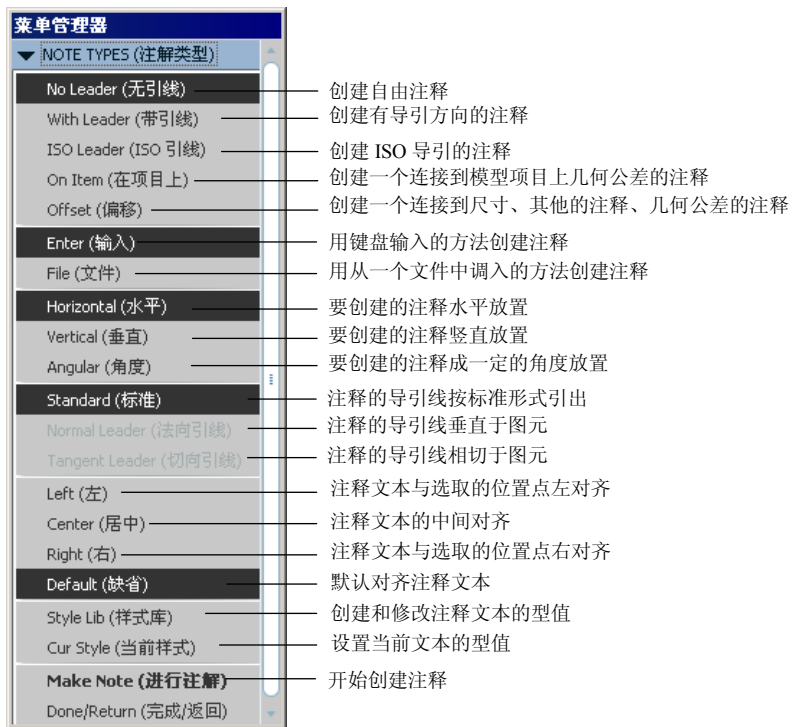

图 10.6.1 “注解类型” 菜单
在工具栏中选择 **注释**  命令, 系统弹出 **NOTE TYPES (注解类型)** 菜单 (如图 10.6.1 所示)。在该菜单下, 可以创建用户所要求的属性的注释, 如注释可连接到模型的一个或多个边上, 也可以是“自由的”。创建第一个注释后, Pro/ENGINEER 使用先前指定的属性要求来创建后面的注释。
Step2. 在图 10.6.1 所示的菜单中, 选择 **No Leader (无引线)**  **Enter (输入)**  **Horizontal (水平)**  **Standard (标准)**  **Default (缺省)**  **Make Note (进行注解)** 命令。
Step2. 在图 10.6.1 所示的“注解类型”菜单中，选择 **With Leader (带引线)**  **Enter (输入)**  **Horizontal (水平)**  **Standard (标准)**  **Default (缺省)**  **Make Note (进行注解)** 命令。